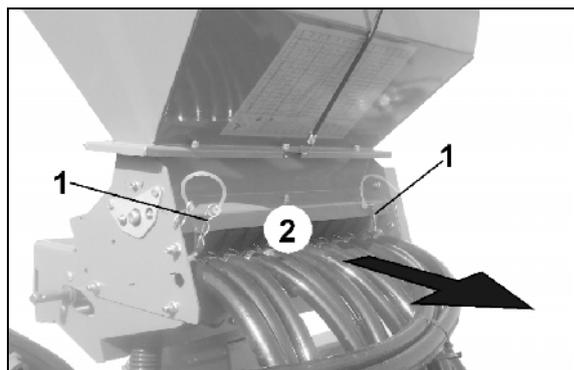

Fig. 23
2. Sacar ambos pasadores de muelle (Fig. 23/1).
3. Extraer la unidad dosificadora (Fig. 23/2) hacia atrás hasta el tope.